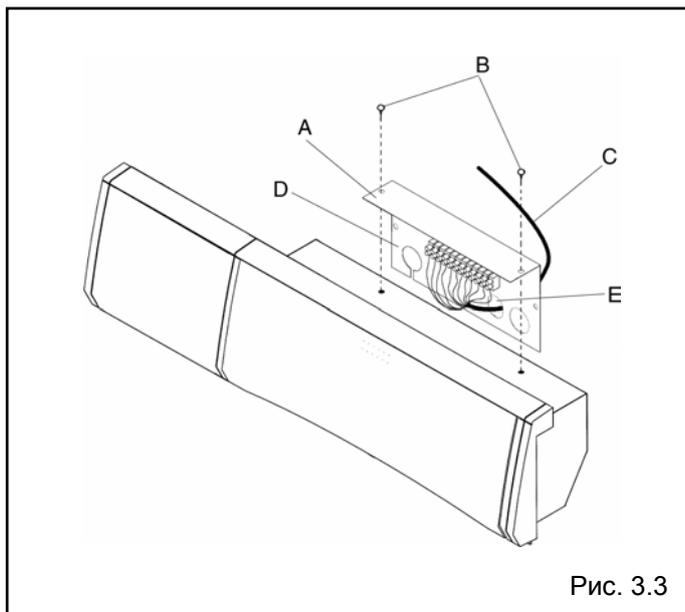

Рис. 3.3
- отвинтите винты В, которые крепят крышку клеммной колодки А к корпусу панели управления бойлера (рис. 3.3);
- присоедините 5-жильный кабель С (минимальное сечение $0,75 \text{ мм}^2$) к клеммной колодке D панели управления (рис. 3.3), проведя его за котлом и продев в одно из отверстий Е, имеющих на крышке А;